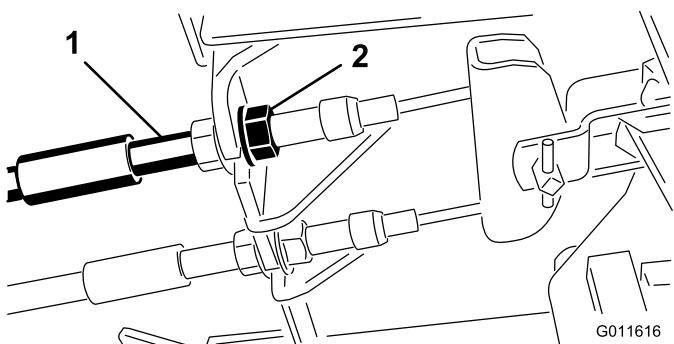

Рисунок 72
- Чтобы уменьшить свободный ход тормозных педалей, затяните тормоза, ослабив переднюю гайку на резьбовом конце троса тормоза (Рисунок 72).